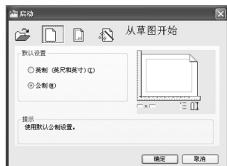
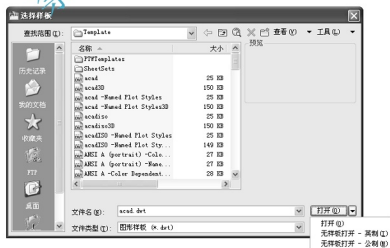
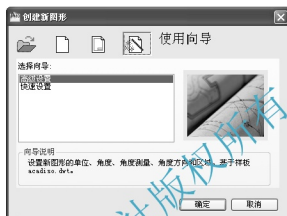

图 2.1 【启动】对话框
图 2.2 【选择样板】对话框
图 2.6 【创建新图形】对话框
将系统变量 Startup 设定为 1 后,启动 AutoCAD 2010 后出现如图 2.1 所示的【启动】对话框,单击【新建】按钮,并选中【公制】单选按钮,则打开一个新的图形文件。
- 新建图形文件的方法取决于系统变量 Startup。当变量值为 1 时,打开如图 2.1 所示的【启动】对话框;当变量值为 0 时,打开如图 2.2 所示的【选择样板】对话框。
选择菜单栏中的【文件】→【新建】命令,默认状态下会打开【选择样板】对话框,选择 acadiso.dwt 文件,或单击【打开】按钮右侧的下拉按钮,选择列表中的【无样板-公制】选项(如图 2.2 所示),这样就新建了一个图形文件。
在如图 2.2 所示的【选择样板】对话框中所显示的图形样板的制图标准和我们所遵循的制图标准不一样,所以不适合在这里使用。在后面章节中将介绍建立带有单位类型和精度、图层、捕捉、栅格和正交设置、标注样式、文字样式、线型和图块等信息的图形样板。通过用户自己建立的图形样板新建图形,不需要再对单位类型和精度、标注样式等进行重复设置,这样可使绘图速度大大提高。
启动 AutoCAD 2010,在命令行输入“Startup”后按 Enter 键,在输入 STARTUP 的新值 <0>:提示下输入“1”,这样就将系统变量 Startup 由 0 修改为 1。再次启动 AutoCAD 2010 则会显示【启动】对话框;单击【标准】工具栏上的【新建】图标,打开如图 2.6 所示的【创建新图形】对话框。
- AutoCAD 2010 的【启动】对话框(如图 2.1 所示)和【创建新图形】对话框(如图 2.6 所示)在外观上基本相似,但在【创建新图形】对话框中不能打开图形,而利用【启动】对话框则可以在 AutoCAD 2010 启动时打开图形文件。